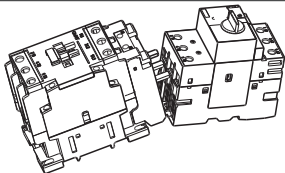

图8
3.2.4 左手拿起组装好的接触器与连接器，右手拿起起动器，如图8所示，将起动器向右侧倾斜，先使连接器底部的2个挂钩插入起动器底部对应的2个方孔内，然后逆时针转动起动器，使连接器的导线或接触板插入起动器的接线端子。